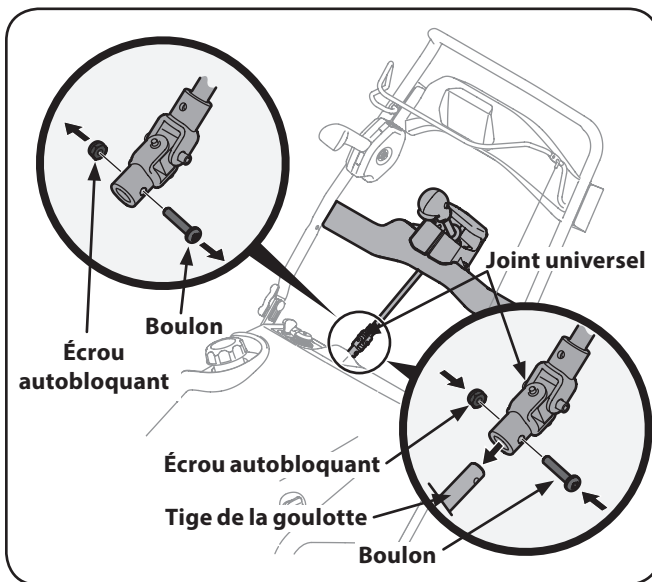

Figure 3-9
- Enlevez le boulon et l'écrou autobloquant hexagonal du joint universel. Voir Figure 3-9.
- Placez le joint universel à l'extrémité de la tige de la goulotte comme indiqué à la Figure 3-9.
- Fixez le joint universel avec l'écrou et le boulon retirés à l'étape 3. Voir Figure 3-9.